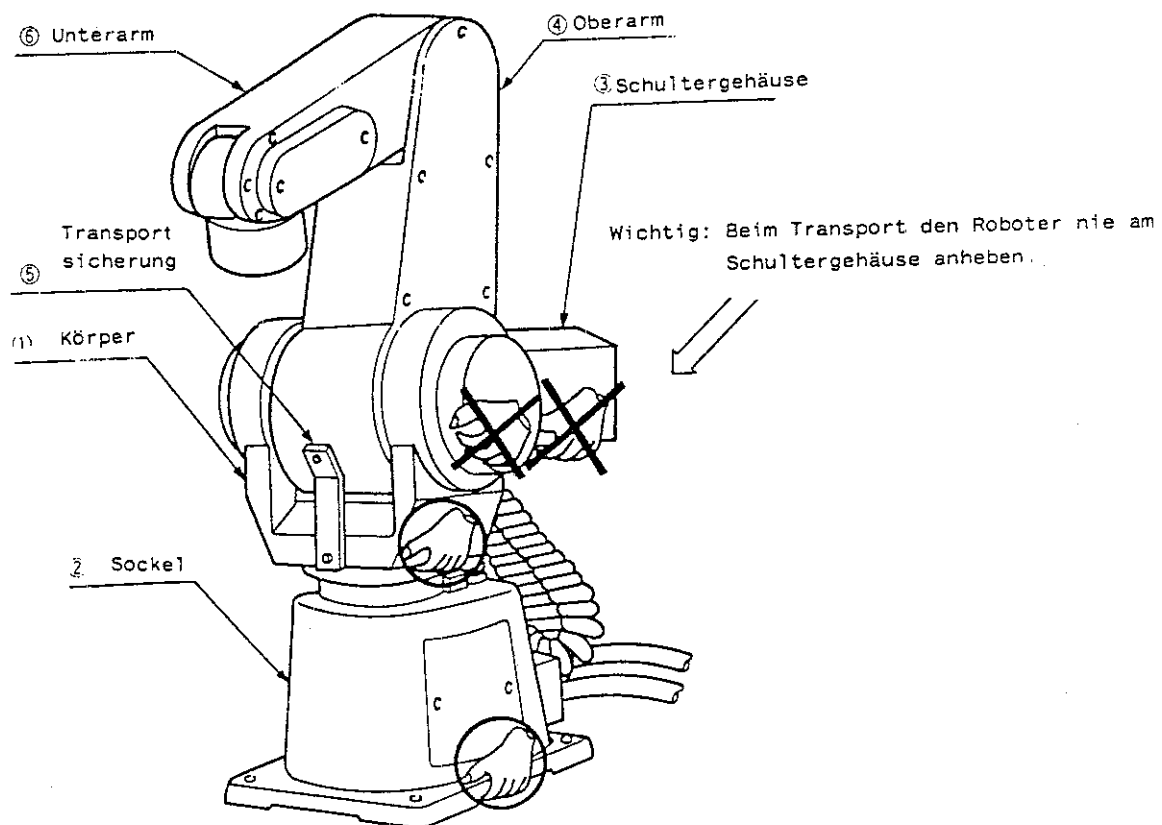

Abb. 2.1.1 Transport des Roboters
- (1) Abbildung 2.1.1 zeigt, wie der Roboter sachgerecht transportiert werden kann.
- (2) Vor dem Transport sind entsprechend Kap. 2, Abschnitt 2.2.4 die Bremsen zu lösen. Der Oberarm des Roboters (4) ist im Uhrzeigersinn und der Unterarm (6) entgegen dem Uhrzeigersinn bis zum Anschlag zu bewegen. Dann wird am Oberarm (4) und dem Roboterkörper (1) die Transportsicherung (Fixierplatte) angebracht.
- (3) Beim Transport des Roboters darf dieser nur unter dem Körper (1) oder dem Sockel (2) mit beiden Händen angehoben werden.
- (4) Um Beschädigungen am Roboter oder Unfälle zu vermeiden, darf dieser nie an den Seiten oder am rückwärtigen Schultergehäuse angehoben werden.
- (1) Die Montageplatte des Roboters ist in jeder Ecke mit  $\phi 9$  mm Bohrungen versehen. Mit den beigegeführten Montageschrauben (M8 x 30 Sechskantschrauben) läßt sich der Roboter sicher am Boden befestigen.
- (2) Es dürfen nur geeignete Montageplatten verwendet werden, da nur so die einwandfreie Montage und Funktion des Roboters gewährleistet ist.
- (3) Die Oberfläche der Montageplatte, auf die der Roboter installiert wird, sollte  $\nabla \nabla$  oder mehr sein. Bei einer zu rauhen Oberfläche kann der Roboter nicht fest genug angebracht werden, und es kann zu Ungenauigkeiten während des Betriebes kommen.
- (4) Die Transportsicherung ist wie in Abbildung 2.1.1 gezeigt vor Inbetriebnahme zu entfernen.